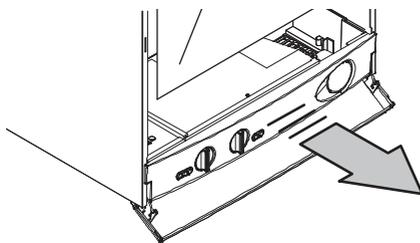

Рисунок 5.12
- Потяните вперед панель управления, чтобы получить доступ к клеммной колодке подключений электрического питания (см. Рисунок 5.12).